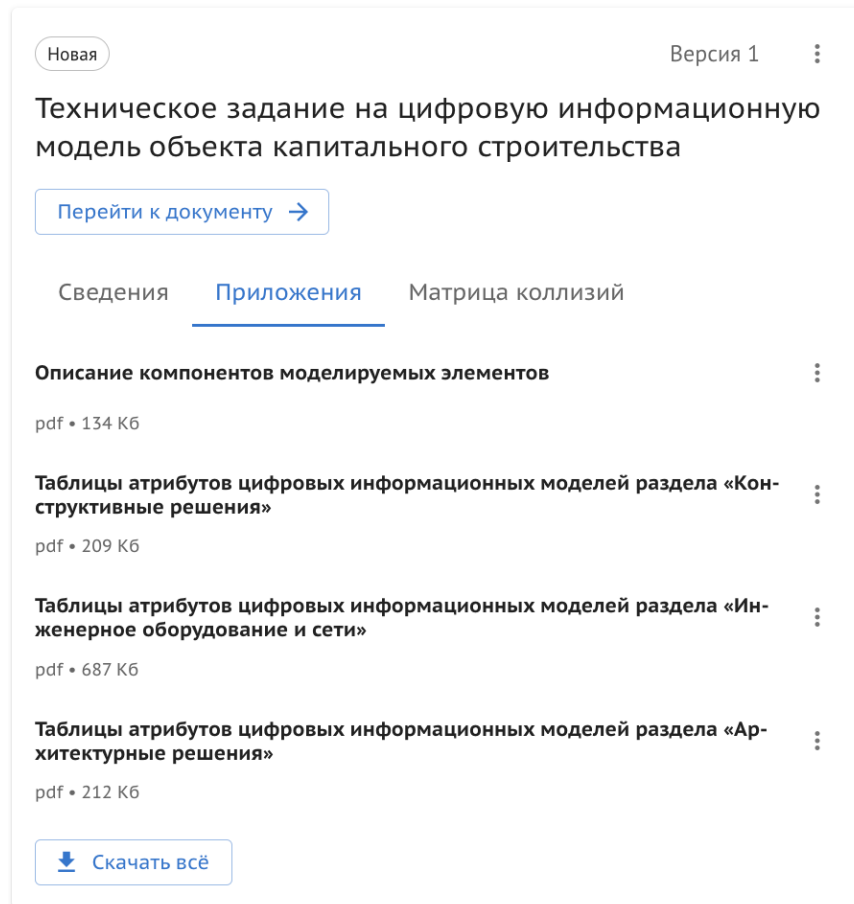

Рисунок 27. Карточка ТЗ. Приложения.
- Вкладка “Приложения”, где собраны сформированные по Техническому заданию дополнительные документы. Все документы есть возможность скачать (Рисунок 27);